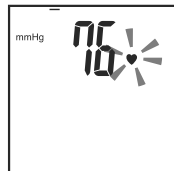

Fig.10
4. Simbolul «♥» va pulsa sincron cu semnalul sonor, imediat cum va fi determinată frecvența pulsului (fig.10).